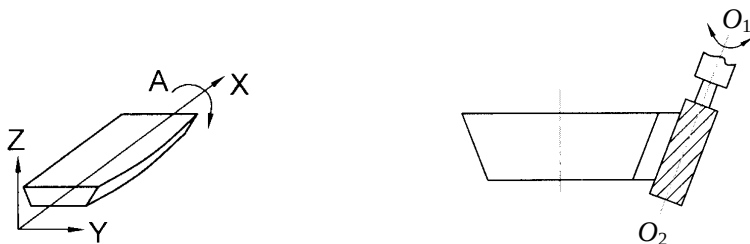

图 1.3.5 四轴联动
(3) 四轴联动数控机床。除了同时控制 X 、 Y 、 Z 三个直线坐标轴联动之外,还有工作台或者刀具的转动。图 1.3.5 所示的工件,若在三坐标联动的机床上用球头铣刀按行切法加工时,不但生产效率低,而且表面粗糙度高。若采用圆柱铣刀周边切削,并用四坐标铣床加工,即除三个直角坐标运动外,为保证刀具与工件型面在全长始终贴合,刀具还应绕 O_1 (或 O_2) 作摆角联动。由于摆角运动,导致直角坐标系 (图中 Y) 作附加运动,其编程计算较为复杂。